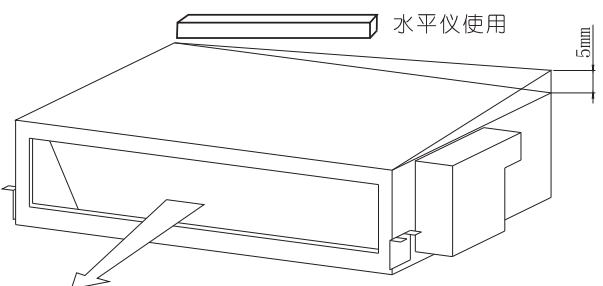

图7 顶面倾斜度
(2)图7所示,室内机后面稍微低于前面(0mm ~ 5mm),以利于排水。